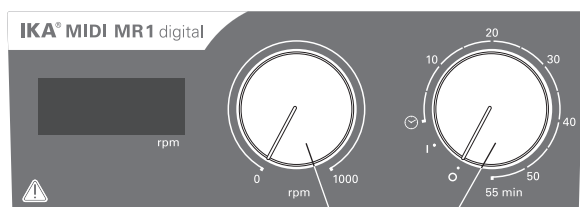

Fig. 3
- ☞ Du slår på apparatet ved å dreie bryteren „**på/av**“ og „**tidsur**“ (**B**, se **Fig. 3**) med klokken til posisjonen „**1**“.
- ☞ Du slår på apparatet ved å dreie bryteren „**på/av**“ og „**tidsur**“ (**B**, se **Fig. 3**) med klokken til posisjonen „**☉**“.
- ☞ Still inn motorturtallet med dreiebryteren „**turtall**“ (**C**, se **Fig. 3**). Motorturtallet kan justeres fra 0 til 1000 rpm for **MIDI MR 1 digital** og fra 0 til 600 rpm for **MAXI MR1 digital**.